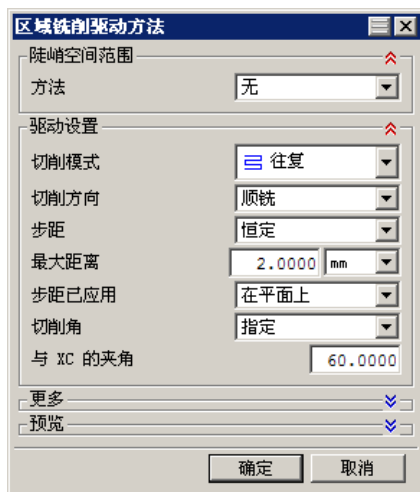

图 14.12 设置驱动方式
Step2. 在“区域铣削驱动方法”对话框中设置图 14.12 所示的参数，然后单击 **确定** 按钮，系统返回到“轮廓区域”对话框。